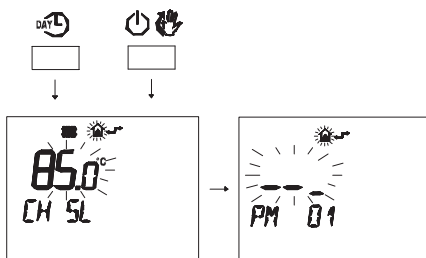

Figura 5.45
- Premere contemporaneamente i pulsanti **DAY** e **ON/OFF** per entrare nella programmazione trasparente (Figura 5.45).